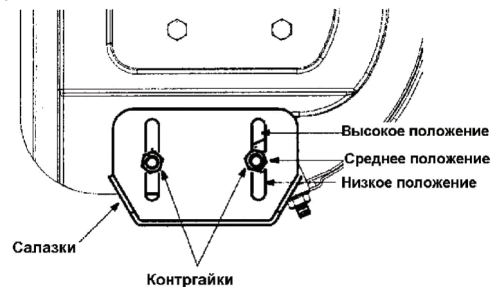

Рисунок 4
1. Отрегулируйте направляющие салазки, ослабив четыре контргайки и крепежные болты, затем передвиньте салазки в желаемое положение. Смотрите рисунок 4.